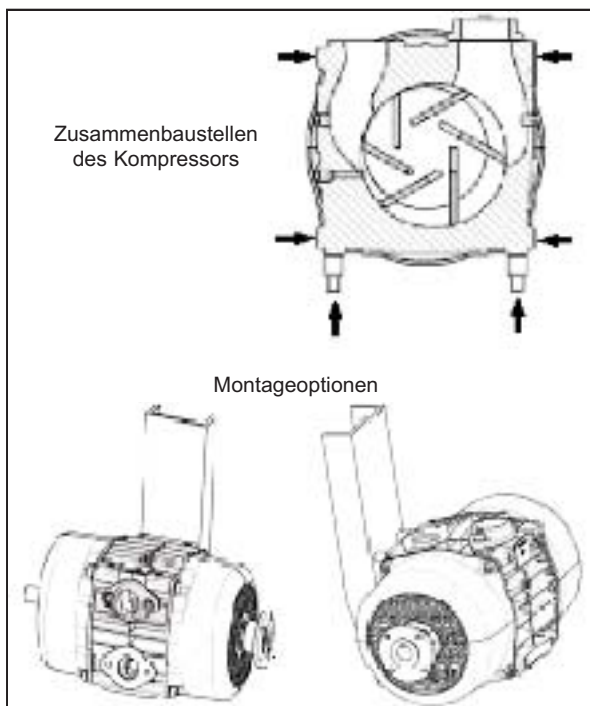

Abb. 1 - Montage
- Die Zusammenbaustellen des Kompressors E140 befinden sich an beiden Seiten des Gehäuses und am Sockel. Die Montage erfolgt mit Hilfe der mitgelieferten Gewindebolzen und Distanzhalter (siehe Abb. 1). Neben dem normalen Montagebock kann MOVEX auch Halterungen liefern, die sich an die existierenden Anlagen mit anderen Kompressortypen anpassen lassen.